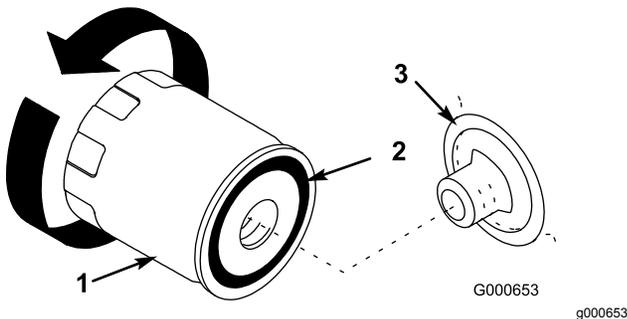

Figura 31
- Retire el filtro usado y limpie con un paño la superficie de la junta del adaptador del filtro (Figura 31).
- Aplice una capa fina de aceite nuevo a la junta de goma del filtro nuevo (Figura 31).
- Instale el filtro de aceite nuevo en el adaptador del filtro. Gire el filtro en el sentido de las agujas del reloj hasta que la junta de goma entre en contacto con el adaptador del filtro, luego apriete el filtro media vuelta más (Figura 31).